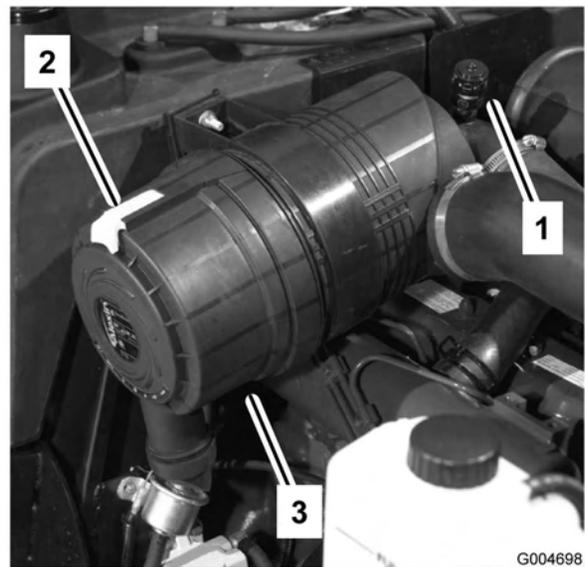

Bild 47
Warten Sie die Luftfilter, wenn die Luftfilteranzeige rot anzeigt (Bild 47) oder nach jeweils 400 Betriebsstufen (häufiger in sehr staubigen oder schmutzigen Bedingungen). Warten Sie den Luftfilter nicht zu häufig.
1. Ziehen Sie den Riegel nach außen und drehen Sie die Luftfilterabdeckung nach links. Nehmen Sie die Abdeckung vom Körper ab (Bild 47). Reinigen Sie die Innenseite der Luftfilterabdeckung.